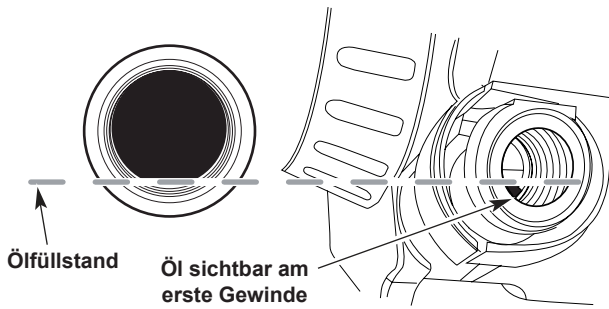

Abb. 10
5. Blicken Sie in die Öleinfüllöffnung; benutzen Sie gegebenenfalls eine Taschenlampe. Gießen Sie Öl in die Öleinfüllöffnung, bis der Ölstand an der ersten Windung des Ölbehälters zu sehen ist (Abb. 10). Wenn der Ölstand zu niedrig ist, geben Sie Öl in die Öleinfüllöffnung, bis der Ölstand die untere Windung